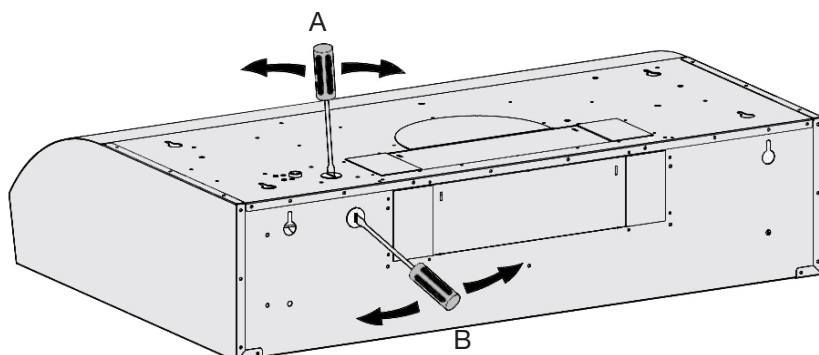

Figure 1
- Utiliser l'outil fourni pour percer le trou de câblage. Il y a deux trous. Veuillez choisir le trou A ou le trou B selon vos besoins en matière de câblage (figure 1).